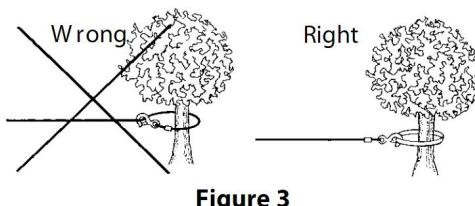

Figure 3
10. **NIGDY NIE ZACZEPUJ LINY STALOWEJ DO SIEBIE,** ponieważ możesz uszkodzić linię stalową. Użyj taśmy nylonowej (rysunek 3).